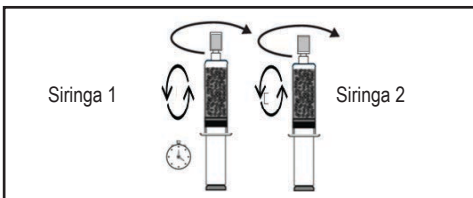

Figura 12.
- 2.8 Miscelare capovolgendo/ruotando delicatamente la siringa di caricamento ogni 5 minuti (Figura 12). Un forte scuotimento può provocare la formazione di schiuma.